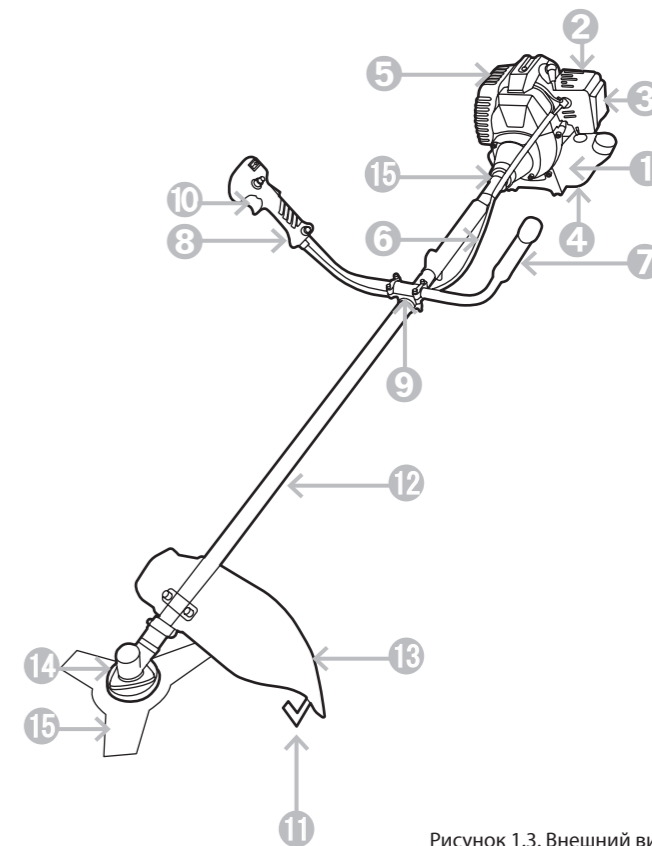

Рисунок 1.3. Внешний вид
U-образная рукоятка (см. рис. 1.3.) состоит из двух частей: левой (7) и правой (8) ручек управления, которые прикреплены к штанге (12) с помощью соединительного кронштейна (9). Левая ручка служит для удержания триммера бензинового левой рукой, а правая ручка — для удержания правой рукой и управлением работой триммера бензинового.
Установка защитный кожух (13) (см рис. 1.3.) на штангу (12) выше корпуса редуктора и закрепите его с помощью скобы и винтов.